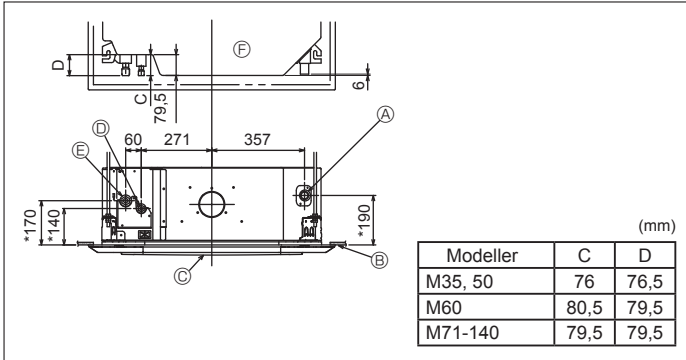

Fig. 3-3
3.3. İç üniteadaki soğutucu ve drenaj borularının konumları (Fig. 3-3)